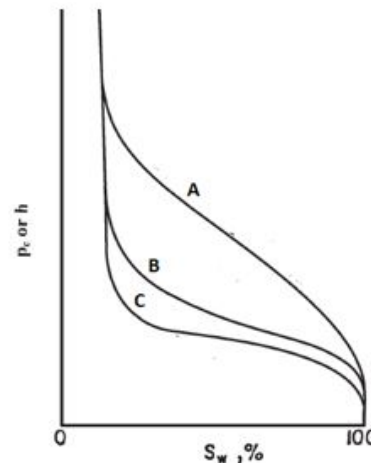

Figura 6.17: Variação da zona de transição com a densidade do fluido.
7. A figura 6.17 representa a variação da zona de transição com a densidade do fluido. Identifique a curva com a alta densidade do fluido, com uma densidade do fluido média e uma densidade baixa do fluido.
Se todos os outros factores permanecerem inalterados, um reservatório de óleo de baixa densidade API com um contacto óleo-água terá uma zona de transição mais longa do que um reservatório de óleo de alta densidade API, como ilustrado graficamente na figura 6.17. Neste contexto: